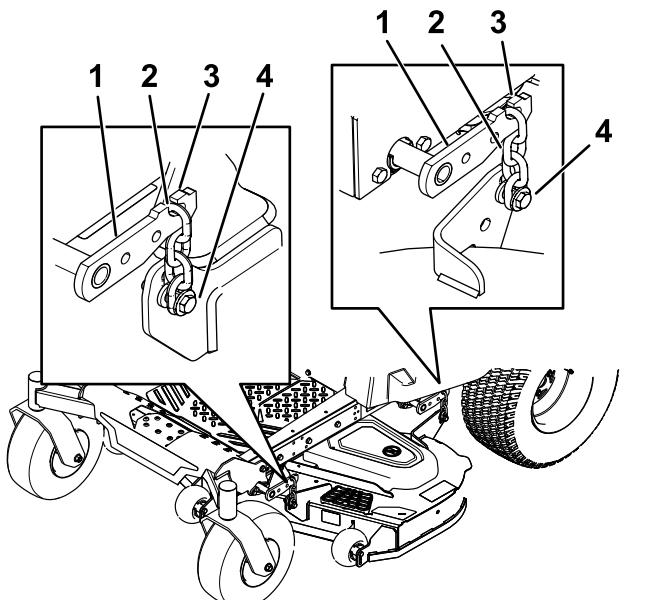

Figure 76
- Détachez les chaînes des crochets sur les bras de levage du plateau (Figure 76).
- Soulevez l'arrière du plateau de coupe et accrochez les chaînes aux bras de levage arrière (Figure 76).
- Accrochez les chaînes avant aux bras de levage avant (Figure 76).